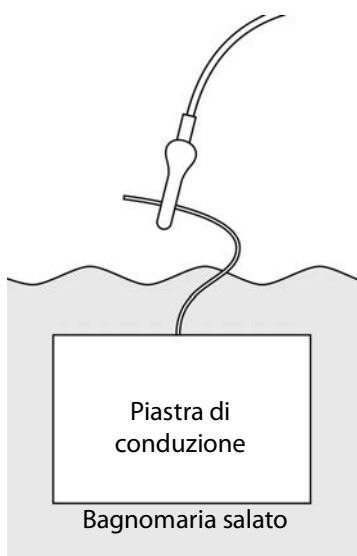

Figura 18 Collegamento alla piastra del conduttore
- a Collegare il conduttore nero alla piastra di conduzione nel bagnomaria salato come illustrato nella **Figura 18**.